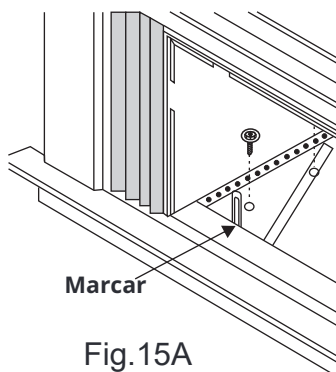

Fig. 15A
- Mantenga cada soporte de montaje al ras contra el exterior del alféizar y ajustado a la parte inferior del mueble como se muestra en la Fig. 15A. Marque los soportes en el nivel superior del alféizar y retire.